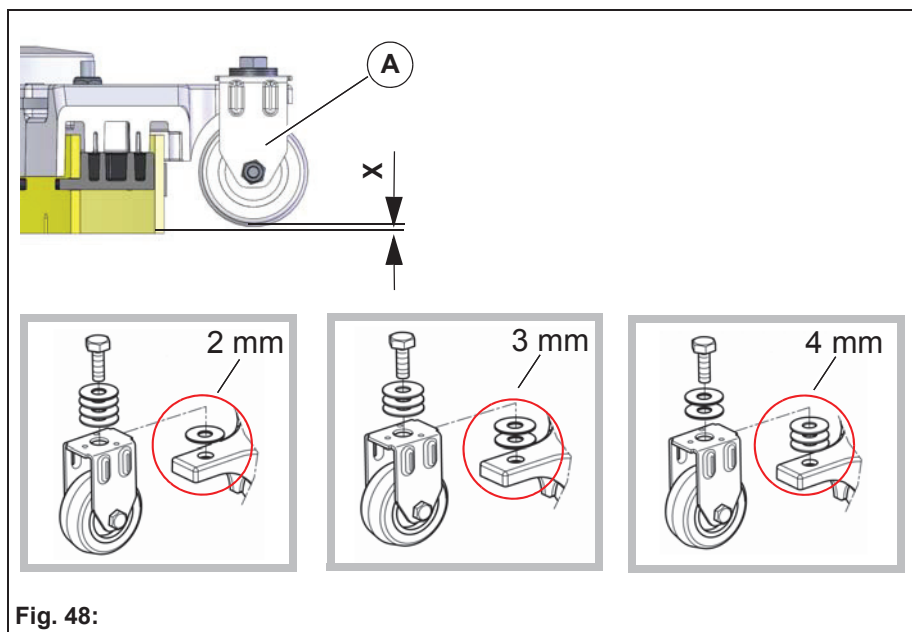

Fig. 48:
Høydeinnstillingen (X) til støtterullen **Fig. 48-A** er fra fabrikk innstilt på 3 mm. Hvis det til tross for optimal skråningsinnstilling skulle oppstå stripedannelse, må avstanden mellom støtterullen og underkanten av tetningslisten stilles inn gjennom antallet underlagskiver under støtterullholderen.